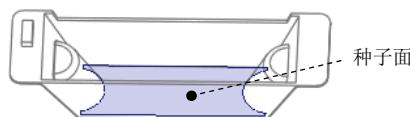

图 12.34 定义种子面
(1) 采用“种子面与边界面”的方法选取所需要的曲面。在屏幕右下方的“智能选取栏”中选择“几何”选项。
(2) 选择 **视图** 功能选项卡 **模型显示** ▾ 区域中的“显示样式”按钮，按下 **线框** 按钮，将模型的显示状态切换到实线线框显示方式。
(3) 选取图 12.34 所示的参考模型内表面为“种子面”。